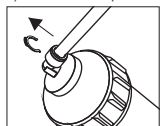

Рис. 1
- 1) Снять предохраняющий клипс с быстроразъёмной муфты (Рис. 1).